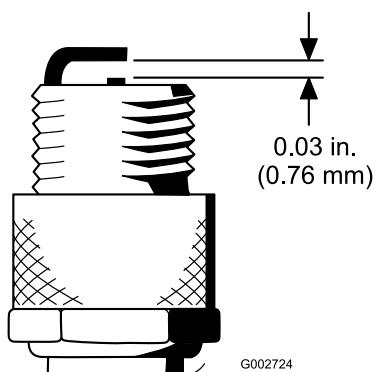

图45
4. 将中心电极与侧电极之间的空隙设置为 0.76mm（图45）。